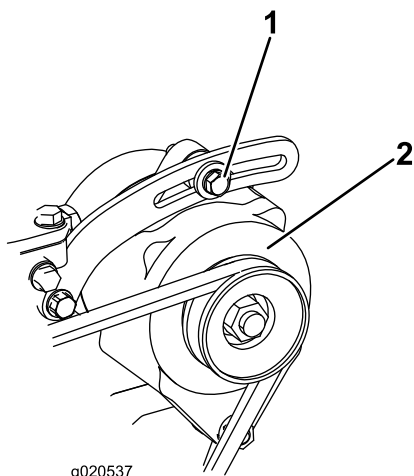

Figura 87
2. Se a deslocação obtida não for igual a 10 mm, deve desapertar os parafusos de montagem do alternador (Figura 87). Aumente ou diminua a tensão da correia do alternador e aperte os parafusos. Verifique uma vez mais a deslocação da correia para se certificar de que a tensão está correta.